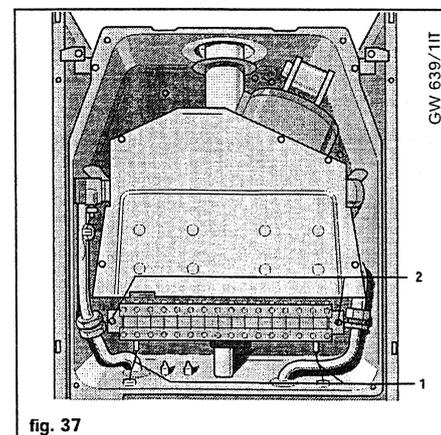

fig. 37
- Scollegare i fili dagli elettrodi di accensione e rilevazione di fiamma (1, fig.37).
- Allentare il raccordo gas (4, fig.39), togliere le viti (2, fig.37) e sfilare in avanti il bruciatore.